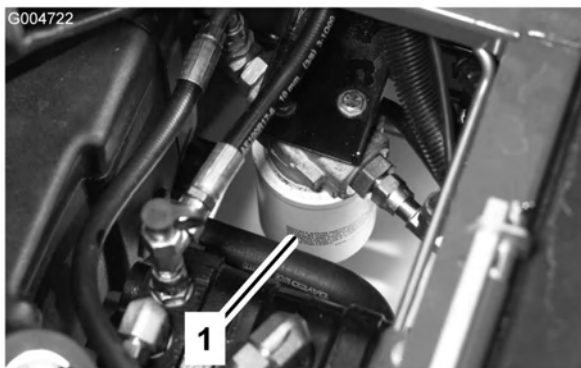

Figura 69
2. Limpe a zona em torno da montagem do filtro. Coloque um recipiente de escoamento debaixo do filtro e retire o filtro (Figura 69).